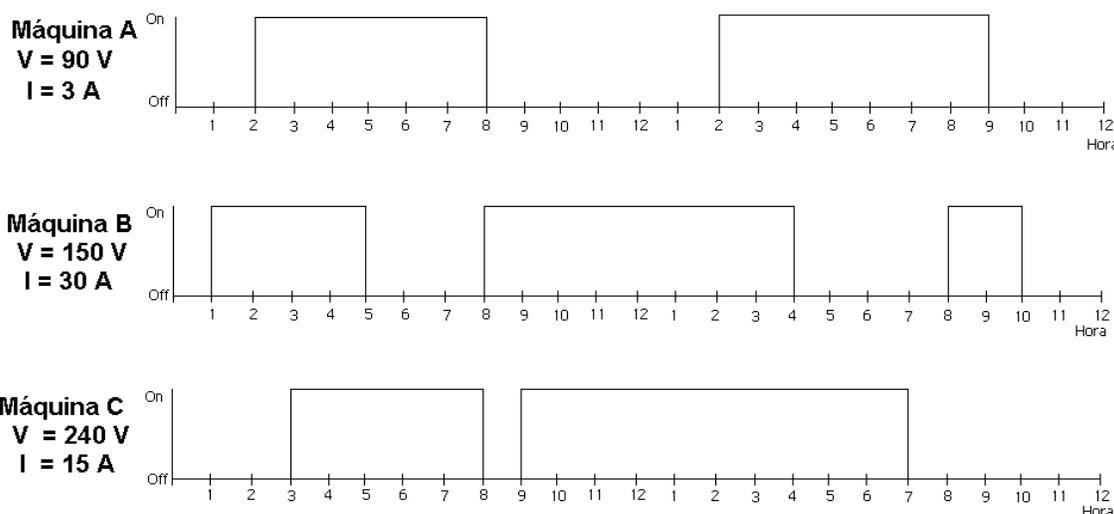

Figura 8. Programación de encendido y apagado de las máquinas
3. Una fabrica, para el desarrollo de su proceso, tiene la programación de maquinaria que se muestra en la Figura 8. Las gráficas ilustran la operación de encendido y apagado para cada máquina, de tal modo que cuando la máquina está encendida recibe los valores de V e I indicados respectivamente.